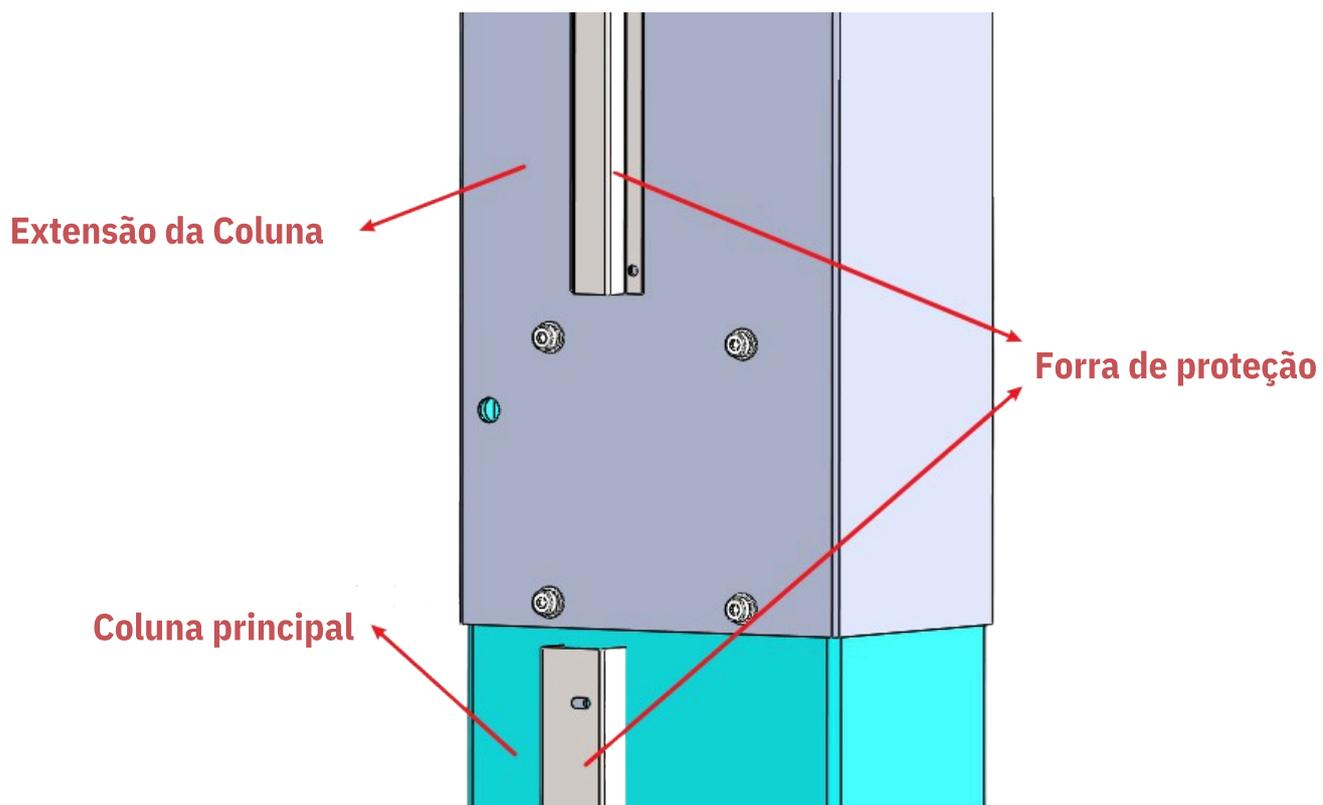

Fig. 19 Forra de proteção
2.4.7 Instalar a tampa de proteção (Fig. 19)